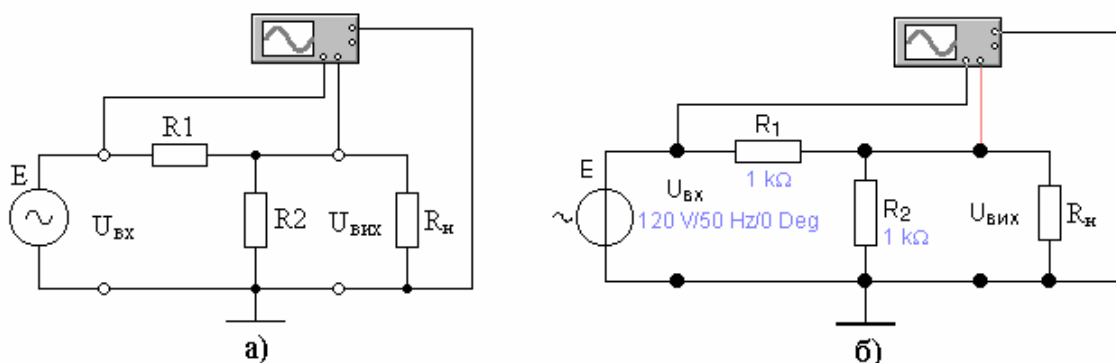

Рисунок 1.9 – Схема дослідження подільника напруги під навантаженням
4.5.3 Підключити резистор навантаження R_n до виходу подільника за методикою пп. 4.2.1, 4.2.2 (рис. 1.9).